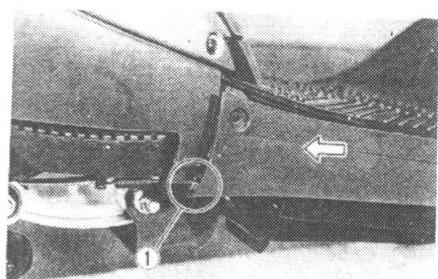

图 1-4
- (2) 把右侧护板与钩①脱离，再把它往后滑，见图 1-4。